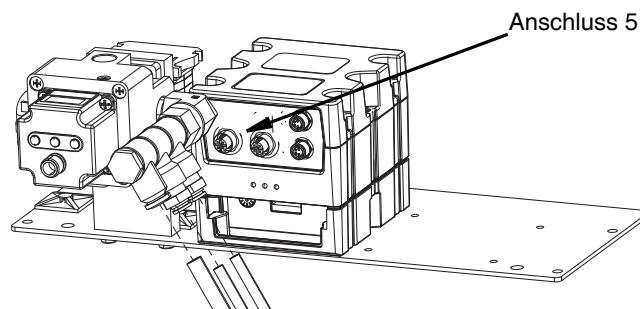

ABB. 9
4. Stecker von Anschluss 5 am FCM 1 abziehen. Siehe ABB. 9.